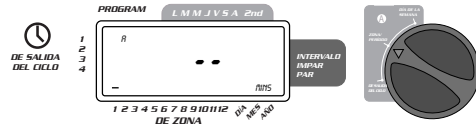

FIGURA 6: Duración de la estación para el programa A
- Haga girar el dial a la posición **DURACIÓN DE ESTACIÓN** ya sea en el program A o en el B. La pantalla mostrará el programa que usted haya seleccionado con una "A" o una "B" y los -- MINS y el cursor intermitente en la estación "1" [Vea la figura 6].